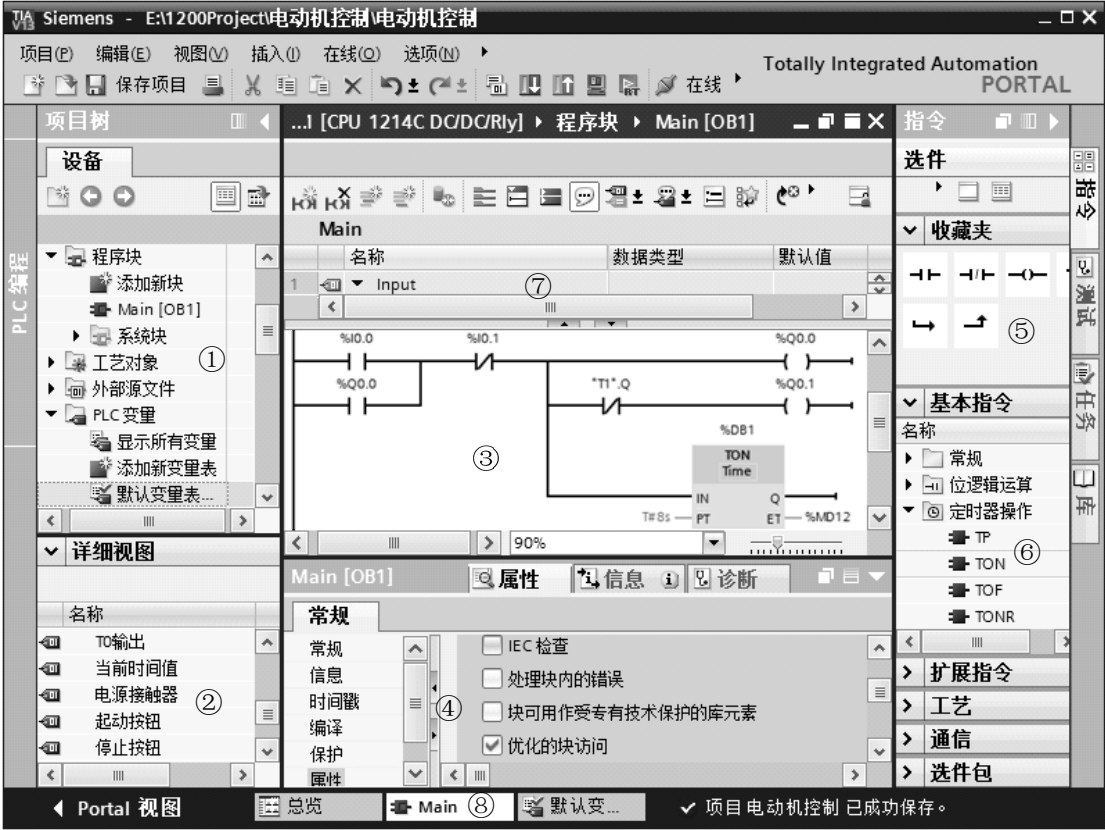

图 2-24 项目视图中的程序编辑器
双击项目树的文件夹“\PLC_1\程序块”中的 OB1，打开主程序（见图 2-24）。选中项目树中的“默认变量表”后，标有②的详细视图显示该变量表中的变量，可以将其中的变量直接拖拽到梯形图中使用。拖拽到已设置的地址上时，原来的地址将会被替换。
将鼠标的光标放在 OB1 的程序区最上面的分隔条上，按住鼠标左键，往下拉动分隔条，分隔条上面是代码块的接口（Interface）区（见图 2-24 中标有⑦的区域），下面标有③的是程序区。将水平分隔条拉至程序编辑器视窗的顶部，不再显示接口区，但是它仍然存在。